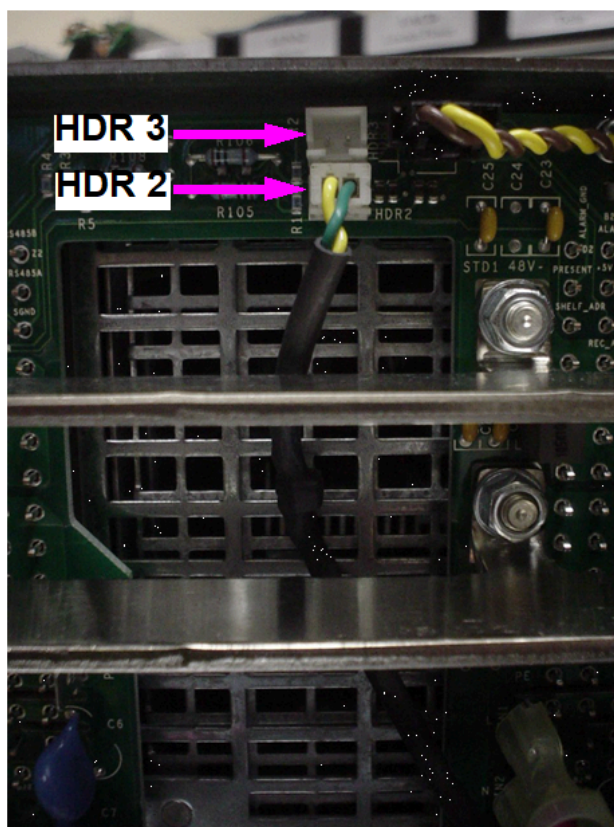

Figura 165: Peças de ligação de referência HDR2, HDR3
HDR3	Ligação entre a prateleira primária A e a prateleira secundária B (consulte <a href="#">Figura 165: Peças de ligação de referência HDR2, HDR3</a> na página 182)
HDR2	Ligação entre a prateleira secundária B e a prateleira primária A (consulte <a href="#">Figura 165: Peças de ligação de referência HDR2, HDR3</a> na página 182)
O controlador Pulsar comunica com cada rectificador através do barramento de comunicação de dados em série. Nos sistemas de duas prateleiras, sendo ilustrada a prateleira primária (A) em baixo, ligar a interligação de prateleira para prateleira a partir da peça de ligação HDR2 da prateleira secundária (B) no topo, para a peça de ligação HDR3 da prateleira primária (A) em baixo. (consulte Figura 165: Peças de ligação de referência HDR2, HDR3 na página 182 e Figura 171: Comunicação entre prateleiras \(vista traseira\) na página 188). O cabo prateleira para prateleira é fixado à prateleira secundária (B), peça de ligação HDR2, de fábrica. O cabo deve ser enrolado e fixado com uma braçadeira de cabos.